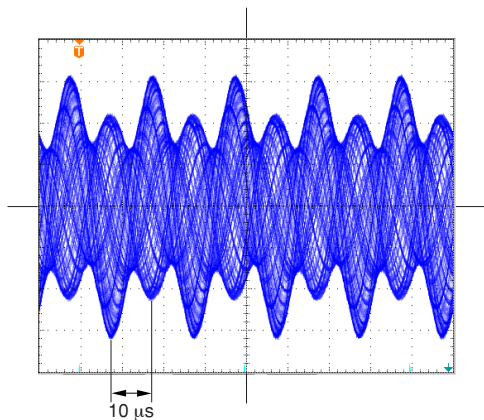
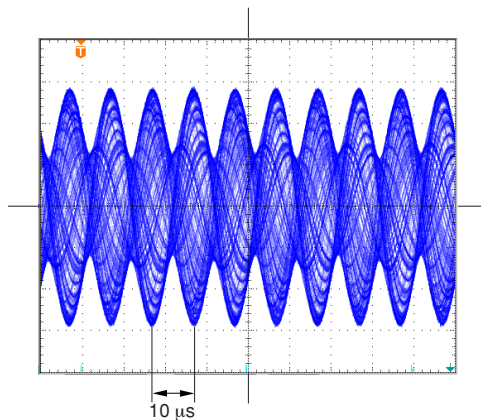

図6-2
図6-3
- ③ GBALボリュームを右廻し (CW) いっぱいに廻し、スケールを移動させると図6-2に示すような波形が、観測されます。このとき、DC1ボリュームを調整して図6-3に示すように、隣り合う山の高さを均一にします。PM信号の最小振幅が $0.5\ \text{V}_{\text{p-p}}$ 以下になると、アラーム機能が動作することがあります。
- ④ GBALボリュームを左廻し (CCW) いっぱいに廻し、スケールを移動させると、③と同様に図6-2に示すような波形が観測されます。このとき、DC2ボリュームを調整して図6-3に示すように、隣り合う山の高さを均一にします。